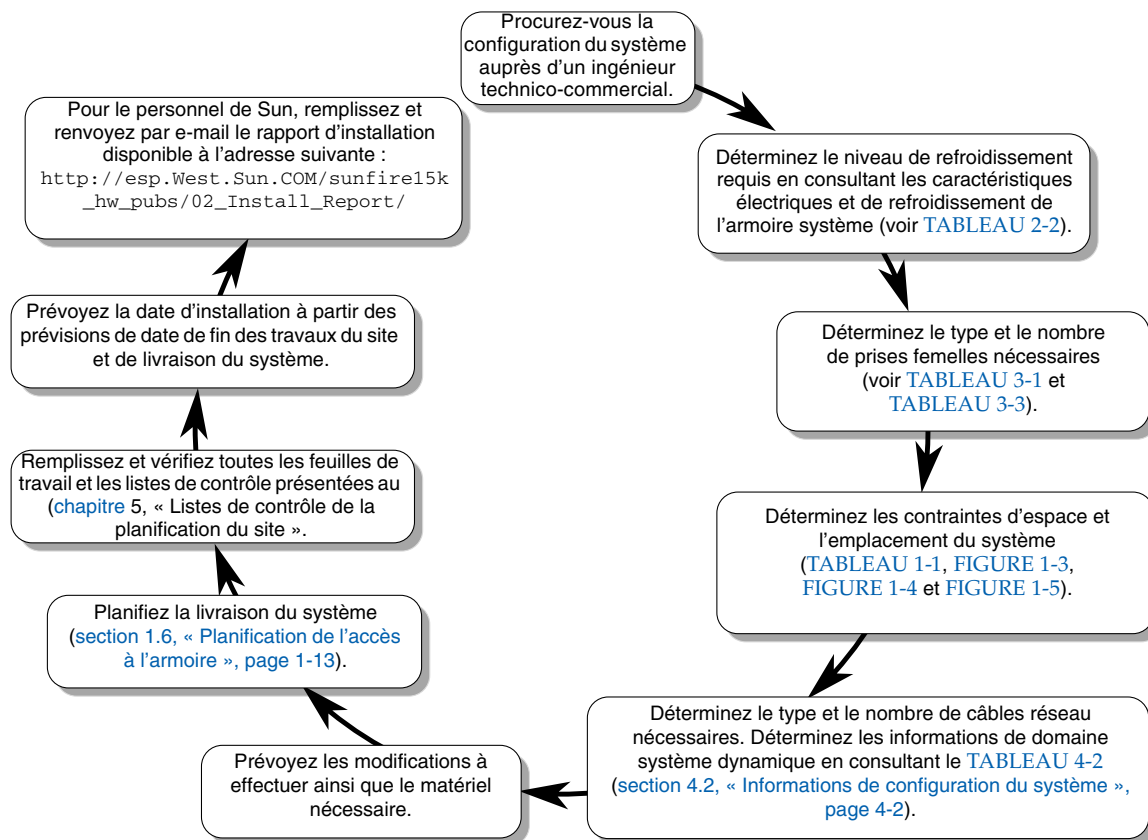

FIGURE 1-1 Processus de préparation du site
- FIGURE 1-1 Processus de préparation du site 1–1
Ce chapitre décrit les caractéristiques physiques des systèmes Sun Fire E25K/E20K. Reportez-vous au diagramme illustrant le processus de préparation du site de la FIGURE 1-1 pour déterminer les conditions requises par l'environnement d'installation du système.